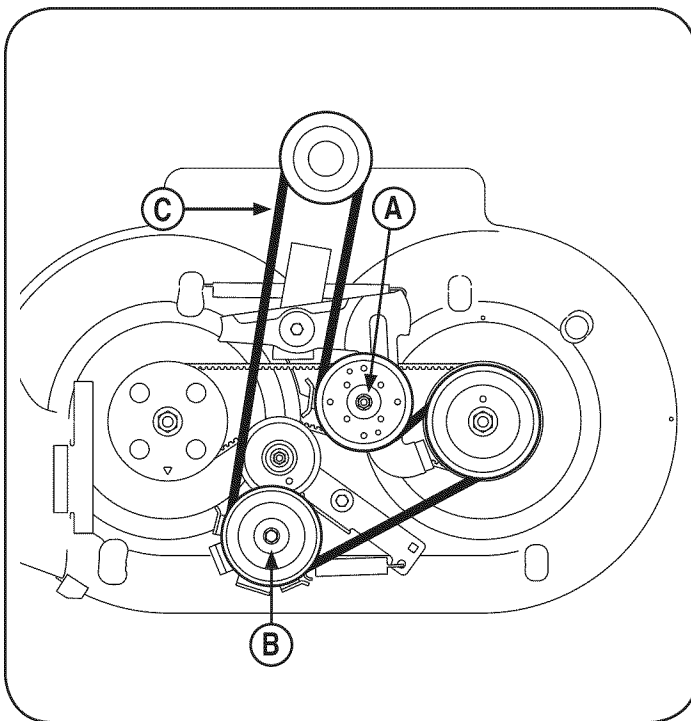

Figura 24
5. Afloje la polea loca (A) aflojando la tuerca y el perno, Figura 24.
6. Afloje la polea loca (B) aflojando la tuerca, Figura 24.
7. Extraiga la correa (C) de alrededor de las poleas, Figura 24.